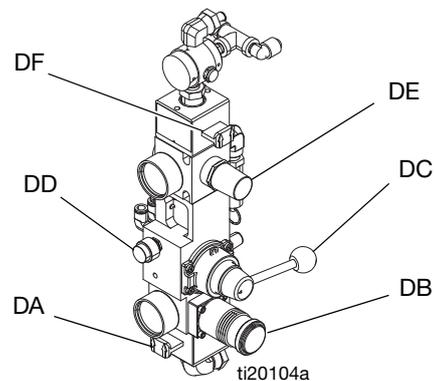

FIG. 32: Comandos da bomba de alimentação
- c. Deslize a válvula deslizante de ar principal (DA) e a válvula deslizante do motor pneumático (DF) para a posição desligado. Consulte a FIG. 32.
- m. Com o prato a pressionar o líquido, deslize a válvula deslizante do motor pneumático (DF) para a posição ligado. Consulte a FIG. 32. A bomba de alimentação começa a funcionar em ciclo. Continue a bombear até esvaziar o balde ou até adicionar a quantidade pretendida de líquido ao tanque. Deslize a válvula deslizante do motor pneumático (DF) para a posição desligado para parar a bomba de alimentação.
- n. Para retirar o prato do balde, pressione a válvula de descarga (DD) e, em seguida, levante a válvula diretora. A bomba de alimentação empurra o ar pressurizado para o balde para o retirar do prato. Não deixe que o balde se levante do quadro. Se isto acontecer, desça o prato e volte a tentar.